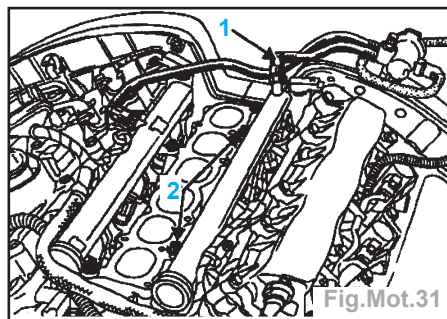

Fig.Mot.31
- Débrancher (Fig.Mot.31) :
- le raccord d'arrivée d'essence (1) de la rampe d'injection,